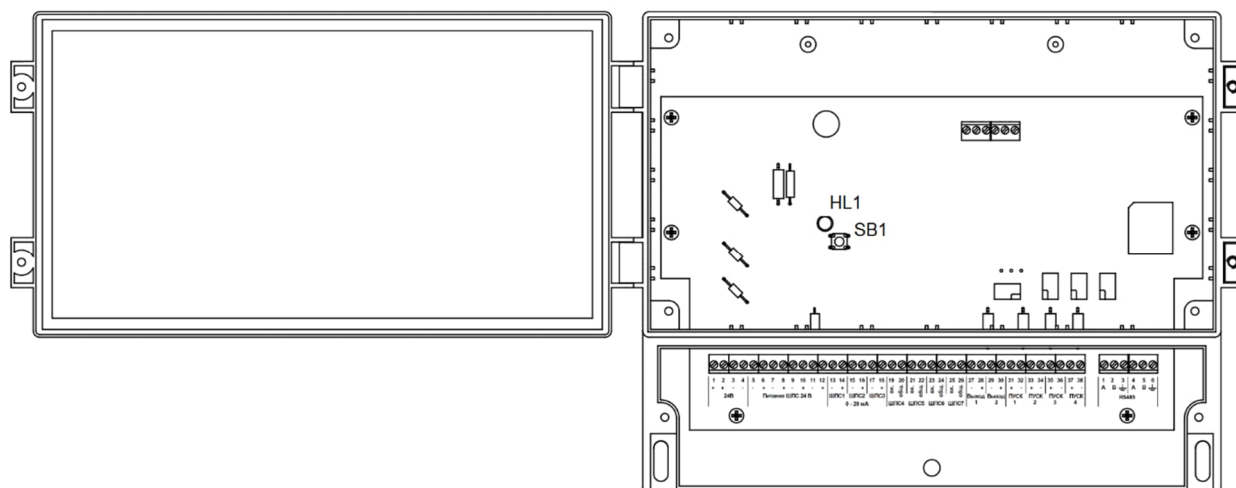

Рисунок 2 – Внешний вид отсеков
5.2 Внутри корпуса размещены плата с электронными компонентами (рисунок 2). Конструкция Блока предусматривает его одностороннее обслуживание.